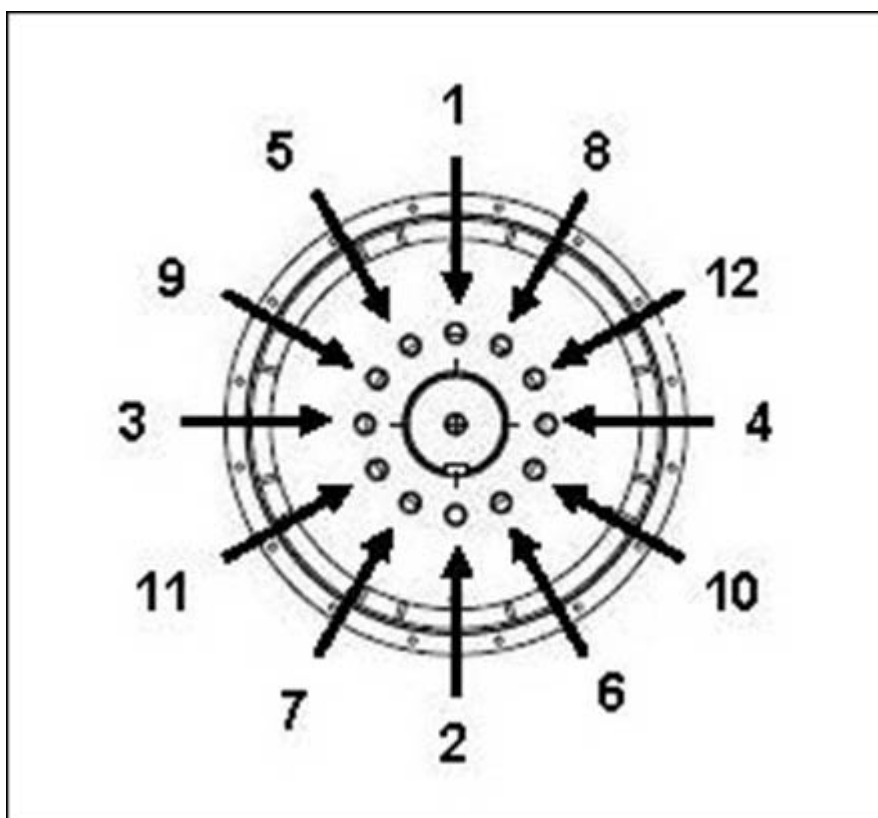

图 18. 轮毂固定顺序
4. 如果需要，请拧紧耦合盘螺栓，如 图 18 在第 xx 页 33 所示。